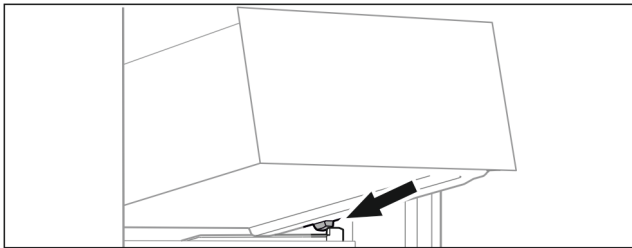

Fig. 65
- ▶ Наклоняя вниз, установите выдвижной ящик за стопоры на контейнерное ребро. (см. Fig. 65)